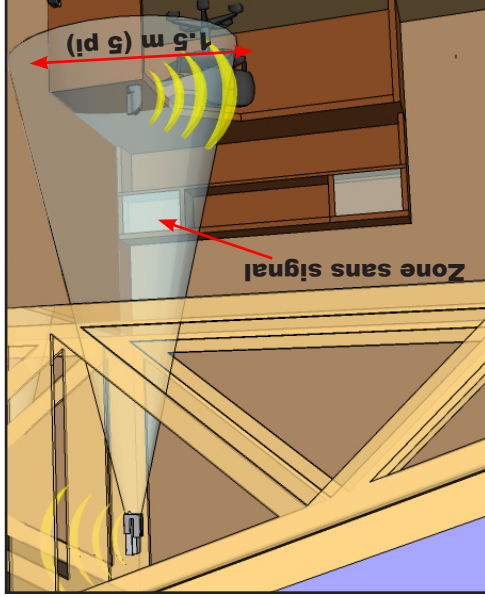

Figure 7-2: DEUXIÈME OPTION: Montage extérieure pour mur
1. Choisissez un emplacement dans les chevrons du bâtiment où l'antenne extérieure du support peut être montée directement au dessus de l'antenne de bureau avec une distance verticale d'au moins 4,6 m (15 pi). Voir la Figure 7-2 à la page 6.